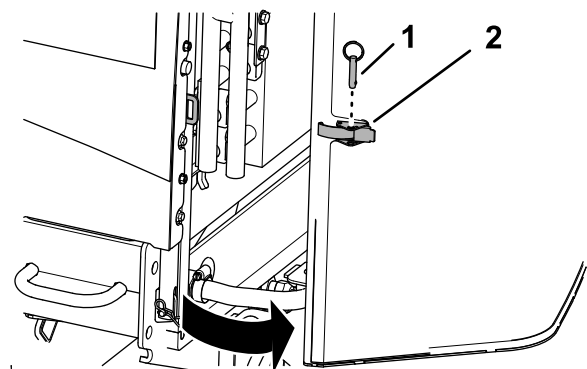

Bild 61
1. Entfernen Sie den Kugelstift von der Gitterverriegelung (Bild 61).